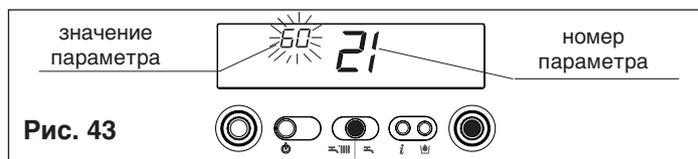

Рис. 43
- Нажмите кнопку ENTER, чтобы перейти к изменению значения данного параметра. При нажатии кнопки ENTER, на дисплее начнет мигать значение параметра, установленное ранее (рис. 43)